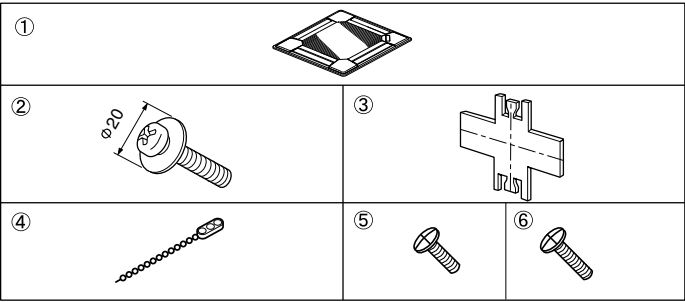

Fig. 9-1 (pouce)
9.1. Vérification du contenu (Fig. 9-1)